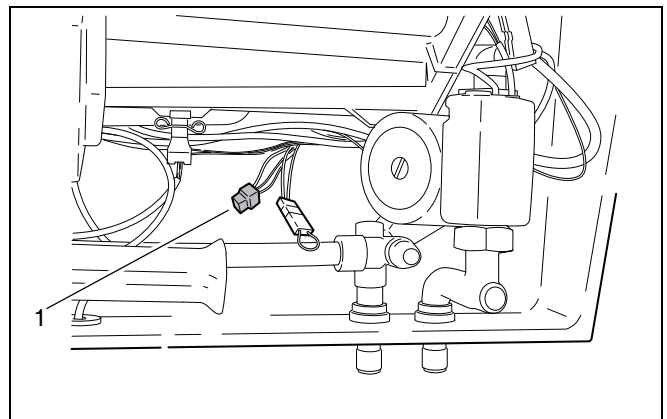

Abb. 12 Anschluss Dreiwegeventil eines externen Speicher-Wassererwärmers
- Bei Dreiwegeventil mit Stecker: Steckverbinder mit Stecker vom externen Speicher-Wasserwärmer zusammenstecken (Abb. 12, Pos.1).